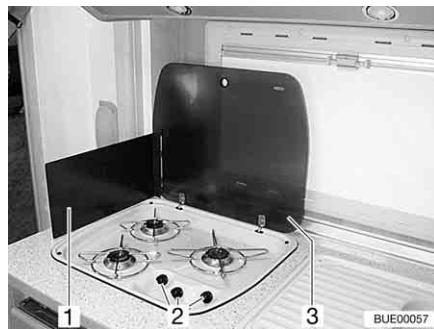

Fig. 210 Fogão a gás
- Abra a tampa do fogão a gás (Fig. 210,3).
- Dependendo do modelo, desdobre a proteção contra chama (Fig. 210,1) ou levante-la.
- Rode o regulador rotativo (Fig. 210,2) do bico que pretende acender para a posição de ignição (chama grande).